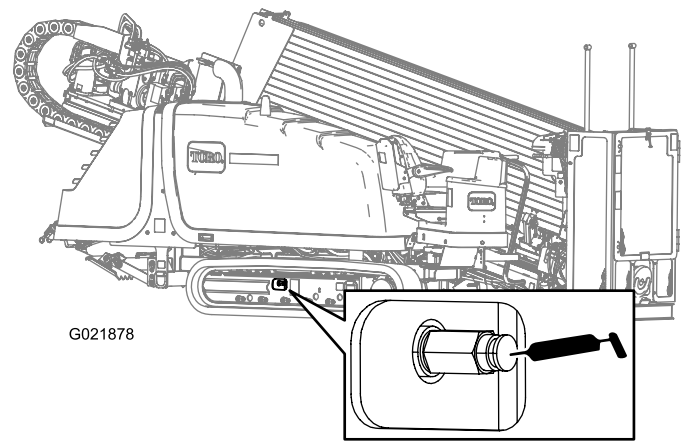

Figura 135
2. Retire la suciedad y los residuos de alrededor de la válvula de grasa del sistema de tensado de la oruga (Figura 135).
4. Aplique grasa al engrasador hasta que la tensión alcance los 220,63 bar (3,200 psi), según se muestra en Figura 135.
4. Gire la válvula de grasa del sistema de tensado de las orugas en sentido antihorario **no más de una vuelta** (Figura 135).